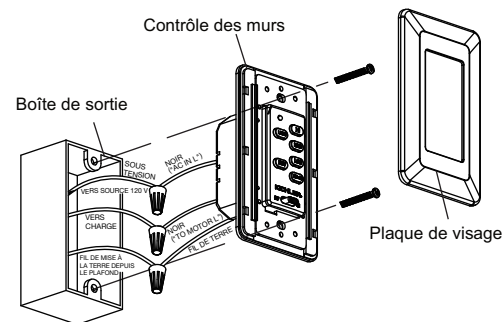

Fig. 30
**Étape 2.** Placez le contrôle du mur à la boîte de sortie, connectez les fils avec les connecteurs de fil fournis. (Fig. 30)
**Étape 3.** Sécurisez les connexions de fils et assurez-vous qu'il n'y a pas de brins ou de connexions lâches. Remettez les connexions de fil à l'intérieur de la boîte de sortie et fixez le contrôle de mur à la boîte de sortie avec des vis fournies. Ajustez la plaque de visage au contrôle de mur. (Fig. 30)